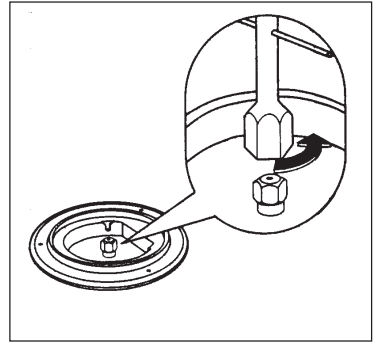

Abb. 8
- Schrauben Sie mit einer 7-er Steckschlüssel die Düsen (Abb. 8) auf, nehmen sie ab und ersetzen sie durch solche, die für den entsprechenden Gastyp vorgesehen sind (siehe Tabelle 1).